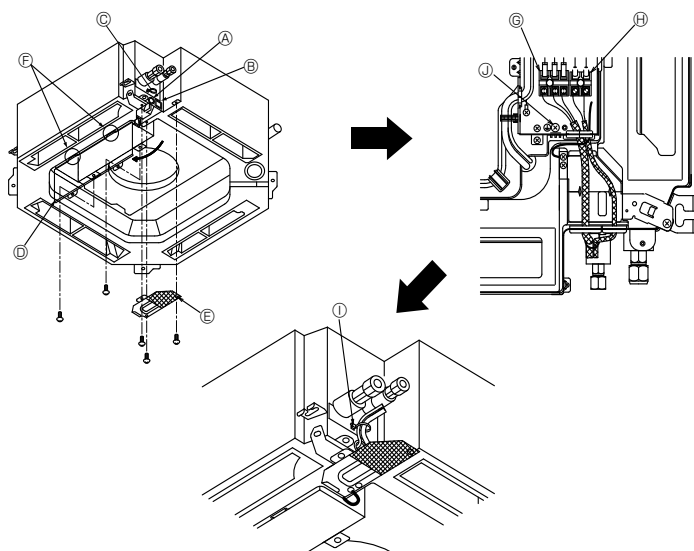

Fig. 6-1
6.1. Sezione interna (Fig. 6-1)